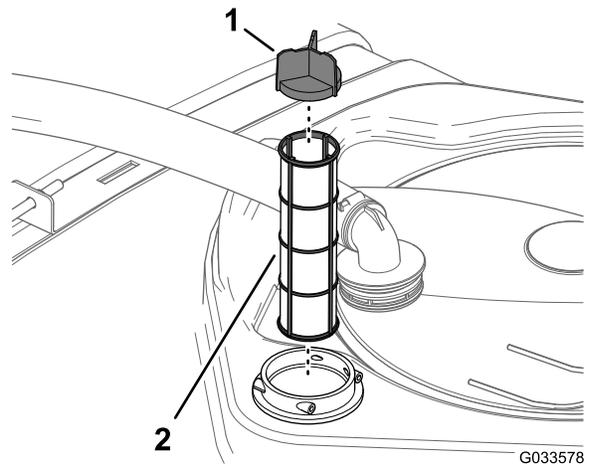

**図 59**
2. タンク上部で、フィルタハウジングからの太いホースについているフィッティングを固定しているリテーナを外す **図 59**。
3. フィルタハウジングからホースとフィッティングを取り外す **図 59**。